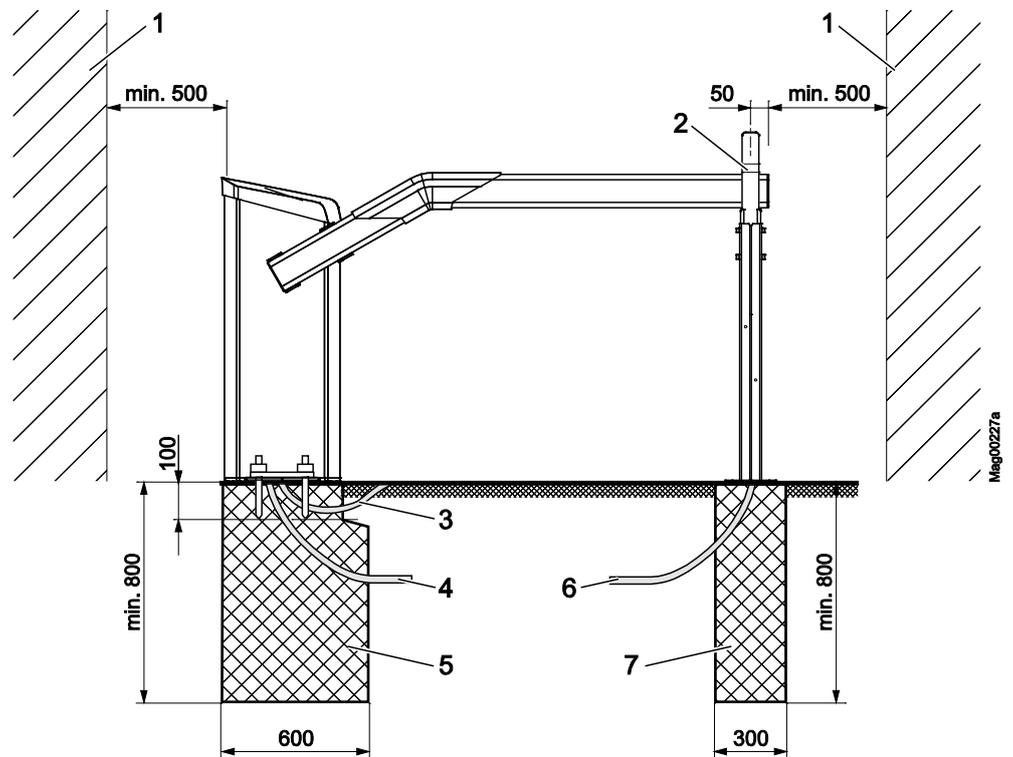
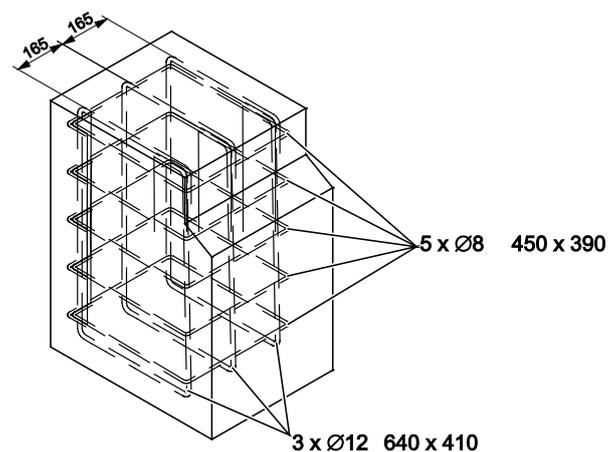
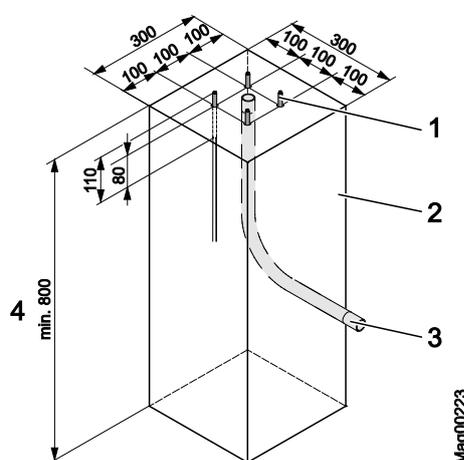

Рис. 15: Монтаж шлагбаумной установки
Рис. 17: Армированная оплетка
Рис. 19: План для изготовления фундамента под опорную тумбу или тумбу для фоторелейного барьера
- Смонтировать и подключить шлагбаумную установку согласно Рис. 15.
- Между кончиком стрелы шлагбаума и другими объектами, например, стенами или домами необходимо соблюдать безопасное расстояние не менее 500 мм. → См. стр. 63, Рис. 15.
→ См. стр. 63, Рис. 15 - 65, Рис. 17.
- Армированная оплетка согласно рис. Рис. 17.
1. Сделать отверстие в фундаменте согласно Рис. 15 и Рис. 16.
2. Через отверстие в фундаменте проложить армированную оплетку согласно Рис. 17.
→ См. стр. 63, Рис. 15.
1. Сделать отверстие в фундаменте согласно Рис. 15 и Рис. 19.
2. Через отверстие в фундаменте проложить полые трубы согласно Рис. 19.
4. Забетонировать фундамент бетоном согласно Рис. 19.